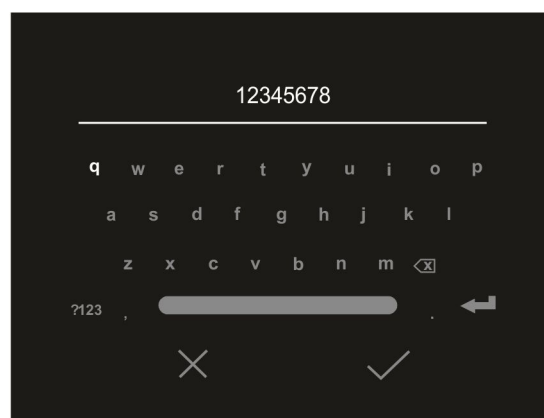

Fig. 17: Définition du SSID et du mot de passe de la connexion WiFi
3. Appuyez sur l'élément « SSID » pour définir un identifiant de connexion WiFi personnalisé (par défaut THT70n). La page-écran de la Fig. 17 – partie gauche s'affiche à l'écran
5. Appuyez sur l'élément « Mot de passe » pour définir votre mot de passe personnalisé de connexion WiFi (par défaut « 12345678 »). La page-écran de la Fig. 17 – partie droite s'affiche à l'écran